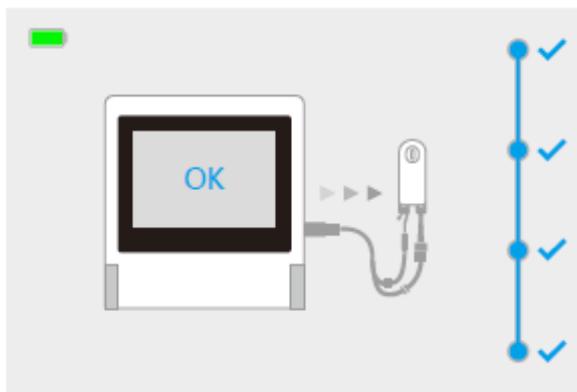
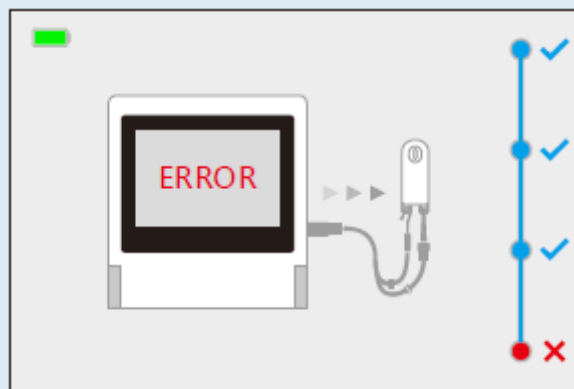

Рис. 31 «OK» аксессуары в порядке
Рис. 32 Сообщение об ошибке «ERROR» в аксессуарах
- Проверка начнётся автоматически и результат – либо "OK" (Рис. 31), либо "ERROR" (Рис. 32) – будет показан на экране.